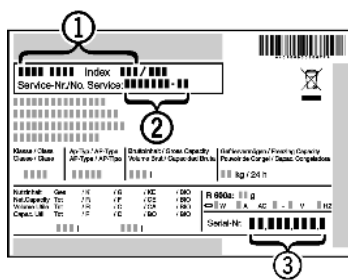

Fig. 9
- ▶ Relever la désignation de l'appareil Fig. 9 (1), le n° de service Fig. 9 (2) et le n° de série Fig. 9 (3) sur la plaquette signalétique. Cette plaquette se trouve sur la paroi intérieure gauche de l'appareil.
- ▶ Informer le S.A.V. et lui communiquer la panne, la désignation de l'appareil Fig. 9 (1), le n° de service Fig. 9 (2) et le n° de série Fig. 9 (3).